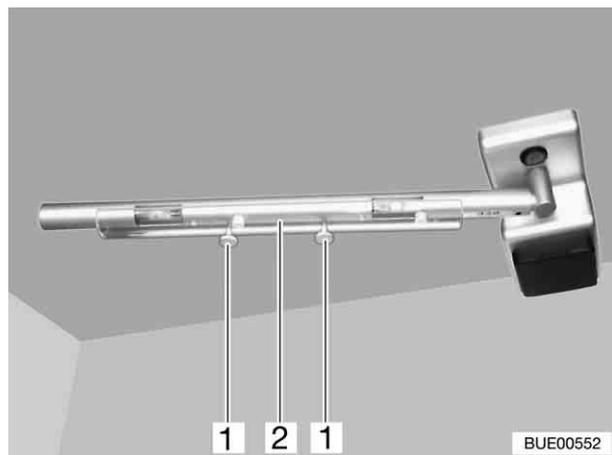

Bild 200 Kochstellenleuchte
- Rändelschrauben (Bild 200,1) lösen und Blende (Bild 200,2) abnehmen.